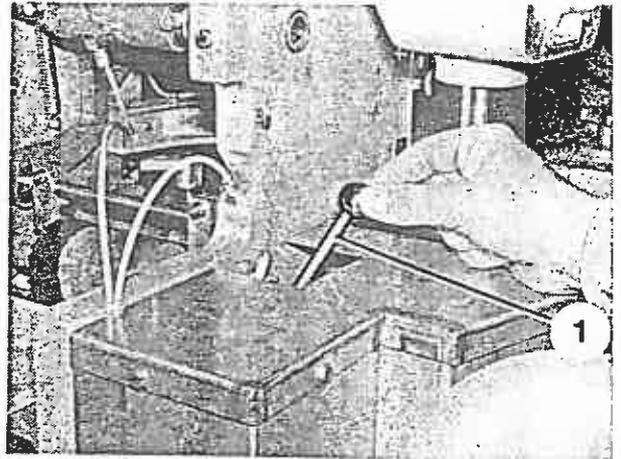

Bild 105
3. Einwicklervorzug durch Umlegen des Hebels (Bild 105/1) abschalten.